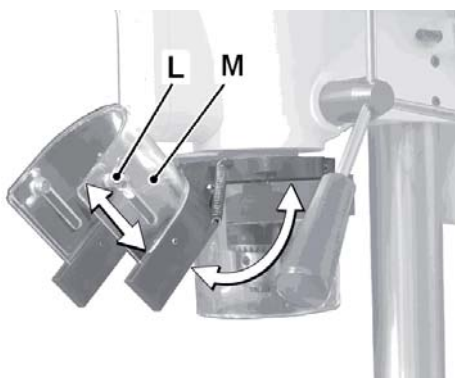

Рис. 4
- После ослабления винта (L, Рис. 4) прозрачную защиту (М) патрона можно опустить вниз.